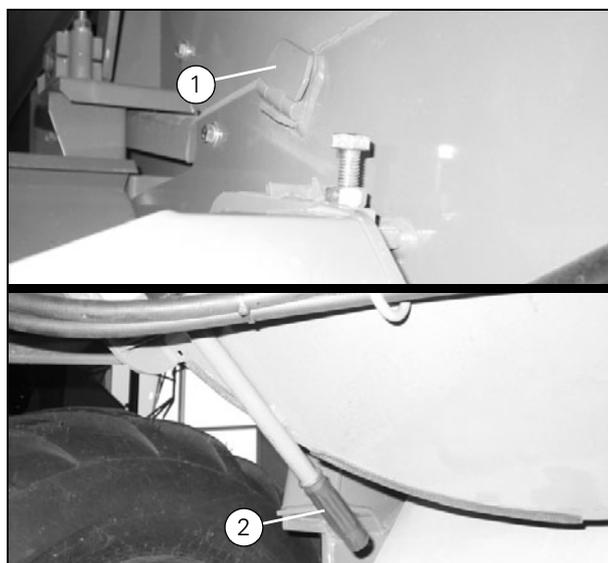
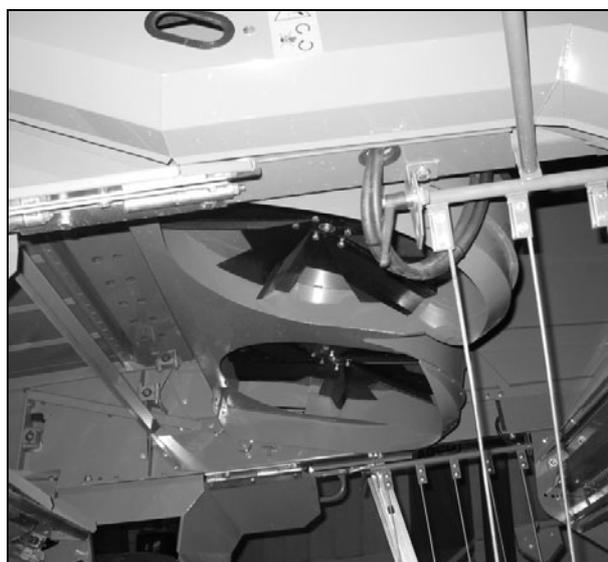

Рисунок 31
Рисунок 32
(Рис. 31) и (Рис. 32)
Для этого повернуть в вертикальное положение два шарнирных фиксатора (1) на правой и левой стороне бункера соломы, как показано на (Рис. 31), сверху.
Затем разбрасыватель соломенной сечки поднять вверх в положение для техобслуживания. Чтобы поднять разбрасыватель соломенной сечки в положение для техобслуживания, используя рычаг (2), следует всегда находиться сзади разбрасывателя соломенной сечки, (Рис. 32).